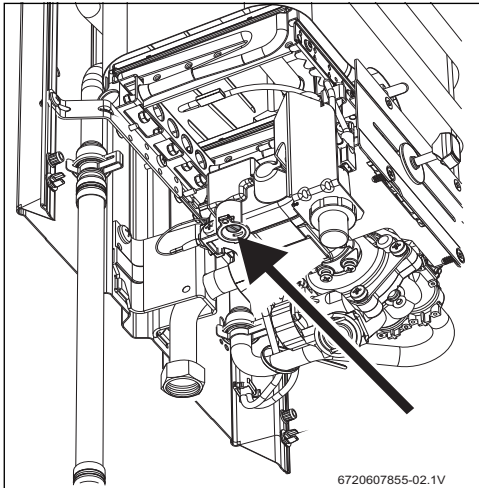

Fig. 14 Vis de réglage du débit maximal du gaz
- Retirer le joint de la vis de réglage (fig. 14).
- A l'aide de la vis de réglage (fig. 14), régler la pression jusqu'à ce que les valeurs indiquées dans le tableau 7 soient obtenues.